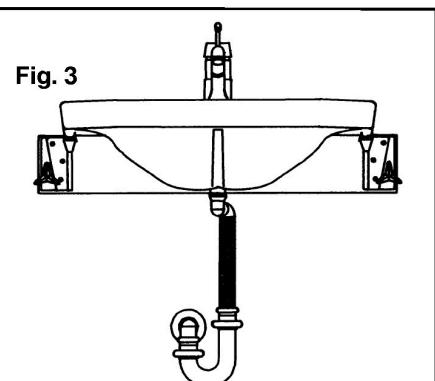

Fig. 3
-Posizionare e fissare la piastra alla parete orientandole come in fig. 3.